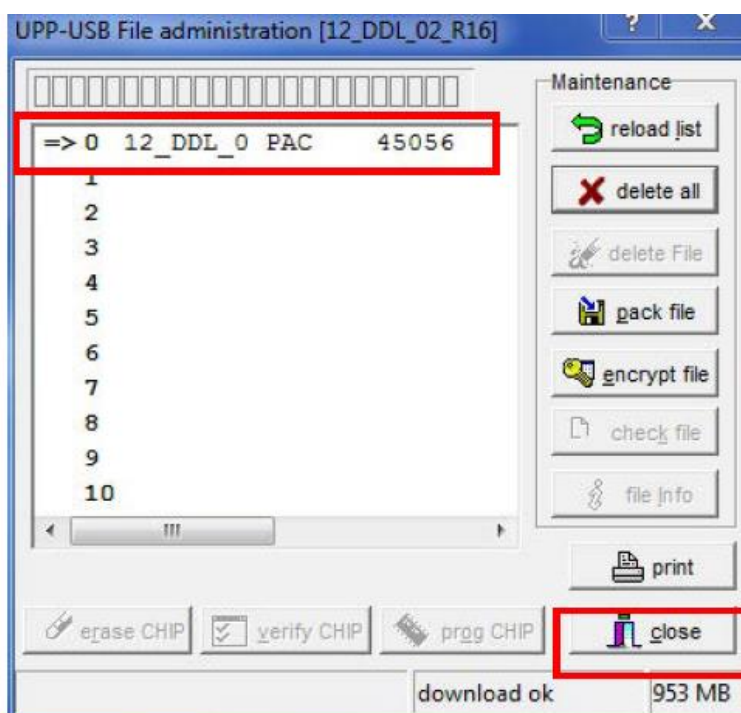

Рисунок 17
3.16 После успешной загрузки можно увидеть, какой файл встроенного ПО сохранен в программаторе E-LAB. Завершите процесс, нажав кнопку «close» (рисунок 17).